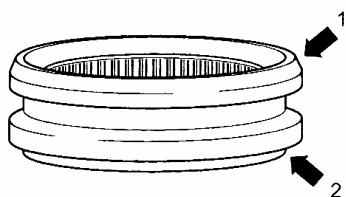

图 12-81 同步器齿套安装位置
(12) 同步器齿套安装时，倾斜面（图 12-81 中箭头 1）朝向第 4 挡，阶梯形的侧面（图 12-81 中箭头 2）朝向第 3 挡。